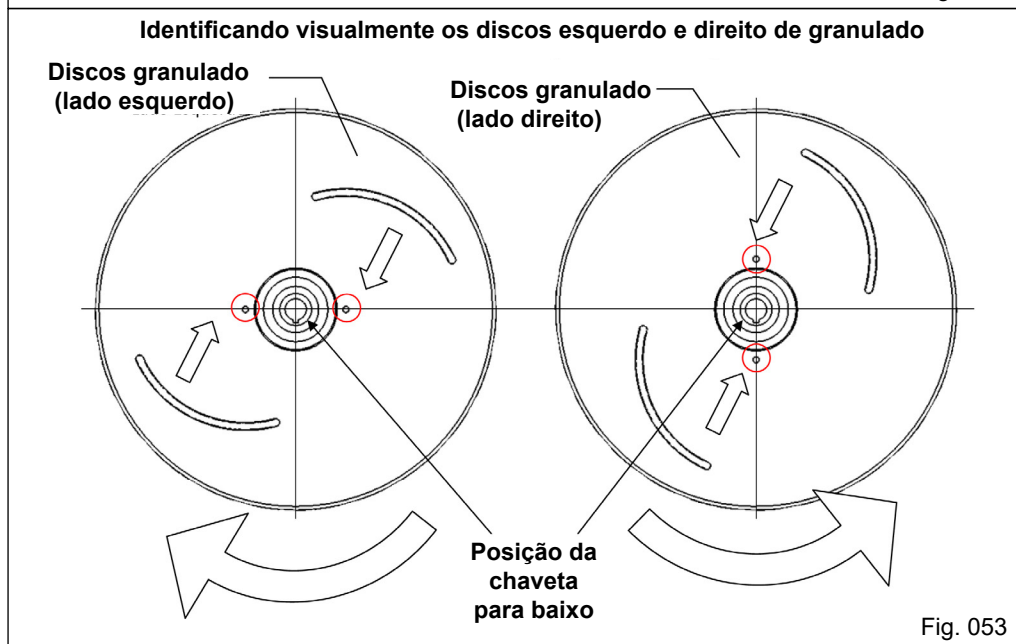

Fig. 053
Colocando ambos os discos lado a lado com o rasgo de chaveta apontando para baixo, o disco que tiver os 2 furos de fixação das aletas no mesmo sentido do rasgo de chaveta, será o disco direito. No disco esquerdo esses furos estarão nas laterais (Fig. 053).
4.10.2.2 - Descrição dos Kits Bandeja/Coletor de amostras (Fig. 053)